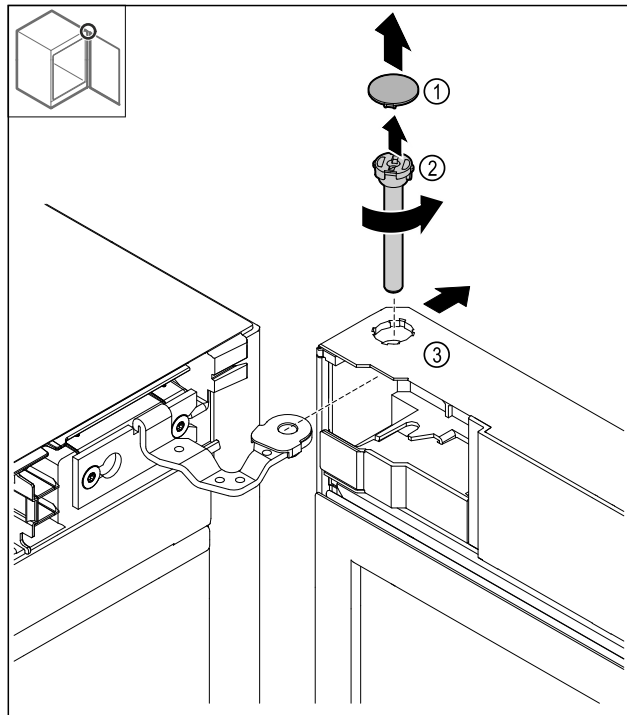

Fig. 14
- ▶ Снимите крышку Fig. 14 (1).
- ▶ Открутите палец Fig. 14 (2) против часовой стрелки и извлеките его.
- ▶ Немного отклоните дверь Fig. 14 (3).